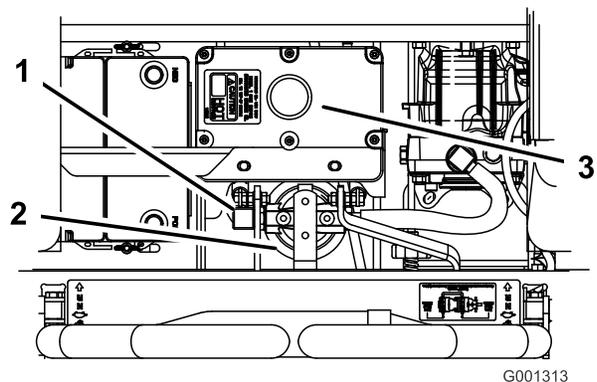

Figura 96
4. Retire el tubo hidráulico derecho a su entrada en el adaptador (Figura 96).
6. Instale el tubo hidráulico derecho en el adaptador (Figura 96).
7. Aplique una capa fina a la junta de goma del filtro nuevo (Figura 96).
9. Llene el depósito hidráulico con fluido hidráulico hasta que éste rebose por encima del filtro, gire el filtro de fluido en sentido horario hasta que la junta de goma entre en contacto con el adaptador del filtro, luego apriete el filtro media vuelta más (Figura 96).